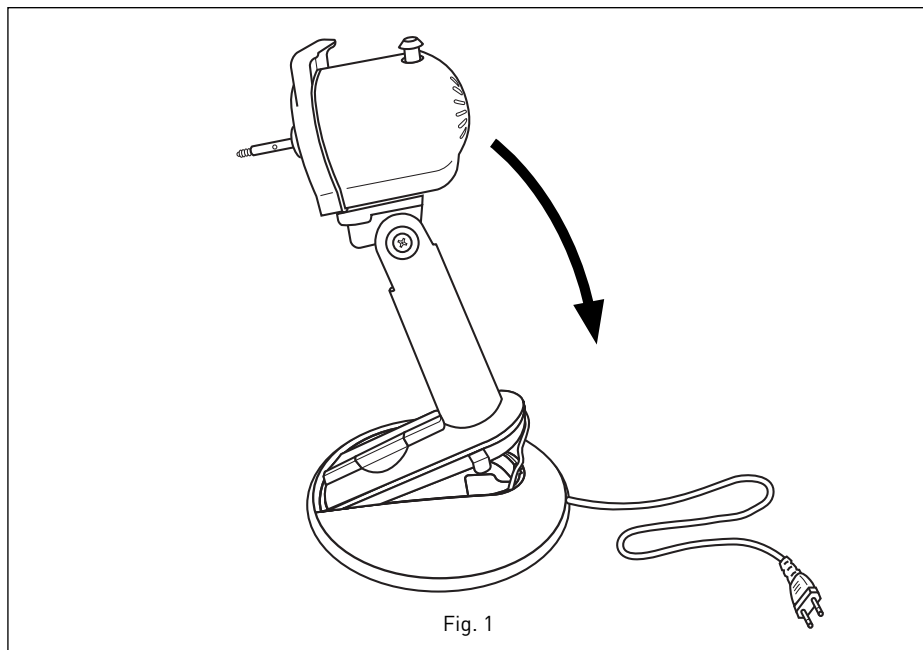

Fig. 1
1. Pase el cable de alimentación a través de la base del ventilador (Fig. 1)
2. Una el pie soporte del motor con la base del ventilador, encajando las ranuras frontales y presionando los clips de anclaje posteriores. (Fig. 1)
3. Coloque el cable de alimentación dentro de la ranura ubicada en la parte posterior de la base, para asegurar la estabilidad del ventilador. (Fig. 1)
1. Pass the power cable through the fan base (Fig. 1)
2. Slot the foot of the motor support into the circular fan base and fix with the rear clips. (Fig. 1)
3. Place the power cable in the groove located in the back part of the base, to ensure that the fan is stable. (Fig. 1)